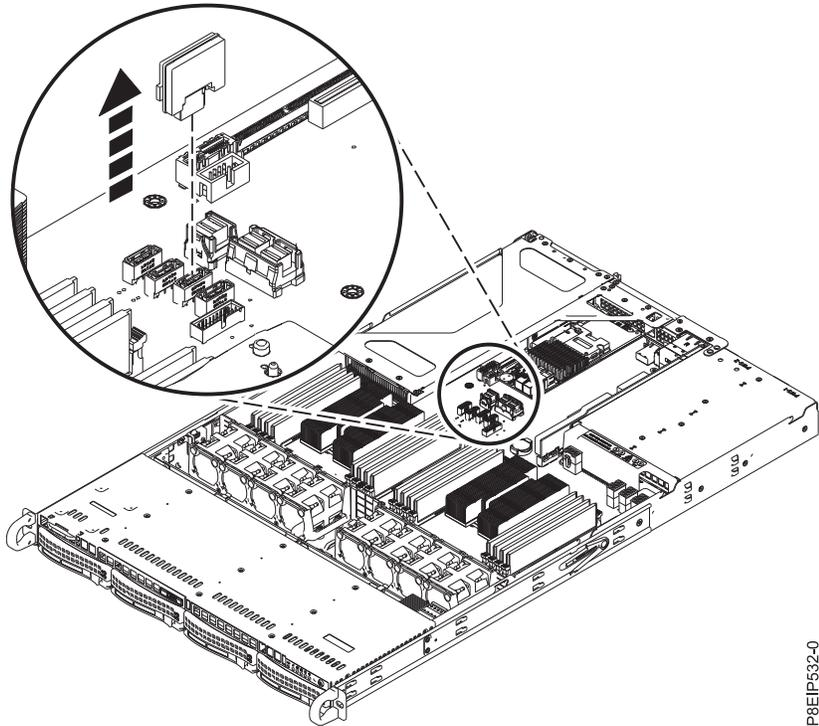

Figura 9. Extracción de una DOM
2. Extraiga la DOM de la placa posterior del sistema, como se muestra en la Figura 9 en la página 12. Dependiendo del modelo de DOM, desenchufe el cable de alimentación de la DOM en la placa posterior del sistema.